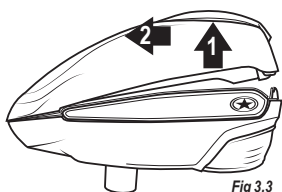

Fig 3.3
3. Soulevez la coquille supérieure de façon à l'écartier de la coquille inférieure, en l'inclinant légèrement vers l'avant, jusqu'à ce qu'elle soit libérée (Fig. 3.3).